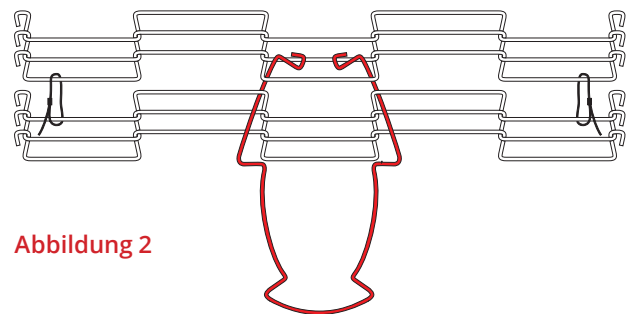

Abbildung 2
- Führen Sie die Stabenden durch die Mittelmasche des gegenüberliegenden Gurtendes (Masche C - Abbildung 2).